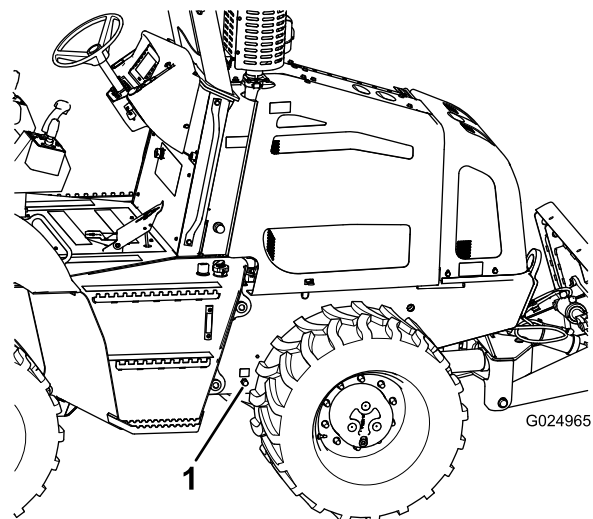

Bild 64
4. Stellen Sie eine Auffangwanne mit einem Fassungsvermögen von mindestens 20 l unter die Ablassschraube für das Motoröl (Bild 64).
5. Nehmen Sie die Kappe vom Ablass-Anschlussstück ab und lassen Sie das Motoröl ganz ablaufen (Bild 64).
7. Setzen Sie die Kappe auf das Ablass-Anschlussstück (Bild 64).
1. Nehmen Sie den Ölfüllstutzendeckel von der Ventilabdeckung ab; ziehen Sie den Deckel hierfür nach oben (Bild 64).